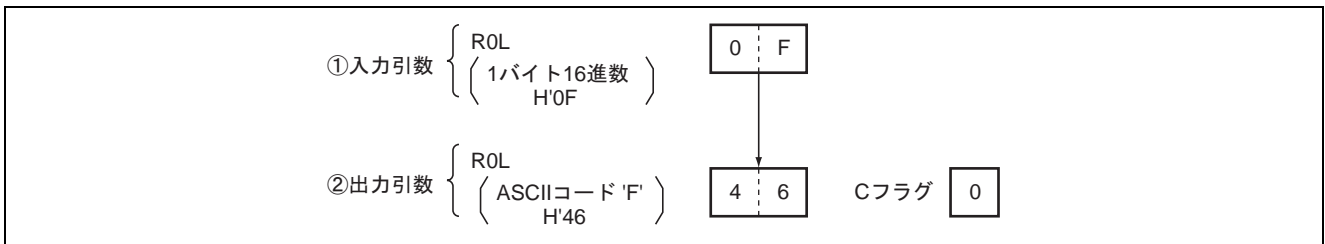

図 1 ソフトウェア HTOA の実行例
(2) ソフトウェア HTOA 実行後の状態を図 1 に示します。